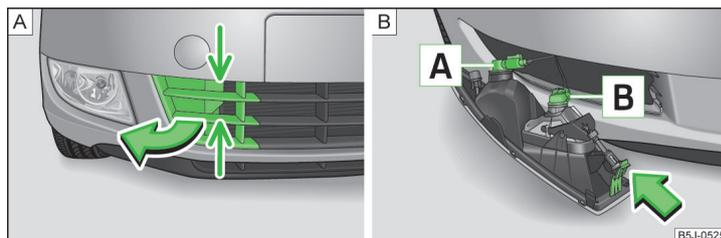

Abb. 158 Vorderer Stoßfänger: Schutzgitter / Ausbau des Nebelscheinwerfers
Glühlampenanzordnung » Abb. 158.
› **Abb. 158** - **A** und die Abdeckkappe in Pfeilrichtung herausnehmen.
- › Die Hand in die Öffnung im Schutzgitter führen und die Rastnase » **Abb. 158** - **B** in Pfeilrichtung drücken.